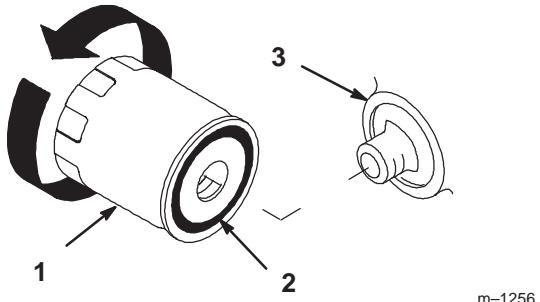

Figure 41
- Déposez le filtre à huile usagé et essuyez la surface du joint de l'adaptateur (Fig. 41).
4. Appliquez une fine couche d'huile neuve sur le joint en caoutchouc du filtre de rechange (Fig. 41).
5. Posez le filtre à huile de rechange sur l'adaptateur. Tournez le filtre dans le sens horaire jusqu'à ce que le joint en caoutchouc touche l'adaptateur, puis donnez 1/2 tour supplémentaire (Fig. 41).